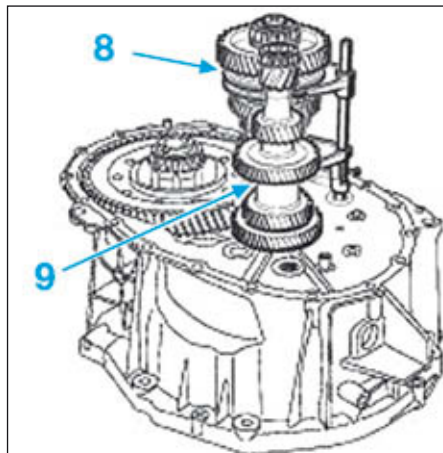

FIG.19
- Déposer l'ensemble arbre secondaire long (8) (Fig.19) avec la fourchette et l'arbre primaire (9).